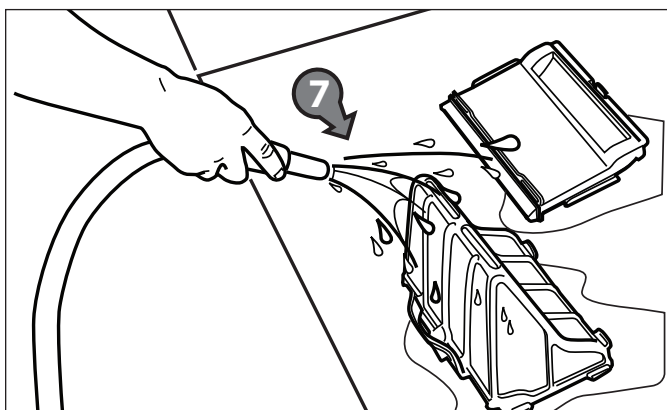

Figure 24. Laver le filtre
9. Vider tous les débris du filtre, puis rincer le filtre, le support du filtre et le robot nettoyeur sous l'eau ou à l'aide d'un boyau d'arrosage (Figure 24).